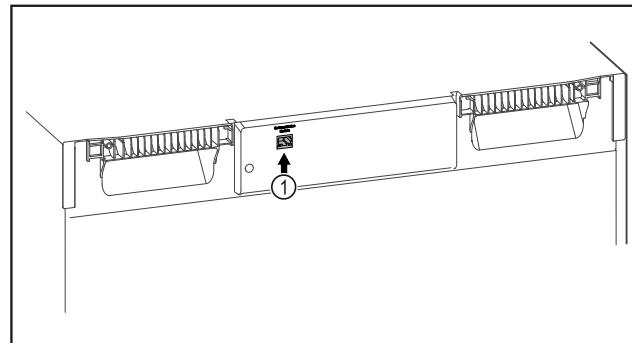

Fig. 98
Vstavljen je SmartModule Fig. 98 (1).